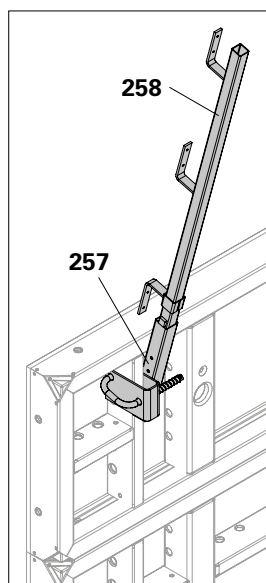

Fig. A7.36
(Fig. A7.36 + A7.36a)
1. Accrocher la fixation pour montant de garde-corps (257) dans les trous d'assemblage des éléments.
3. Assembler le montant de garde-corps (258). (Fig. A7.36)